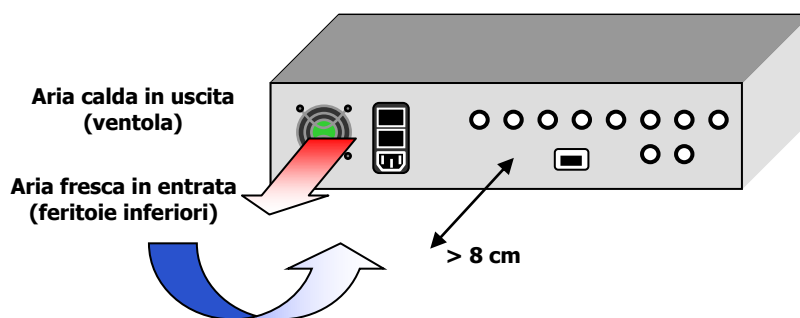

FIG. 4: Flusso d'aria di raffreddamento dell'elettromiografo MEBA e spazio libero minimo sul retro
- Non ostruire la griglia della ventola (FIG. 4)